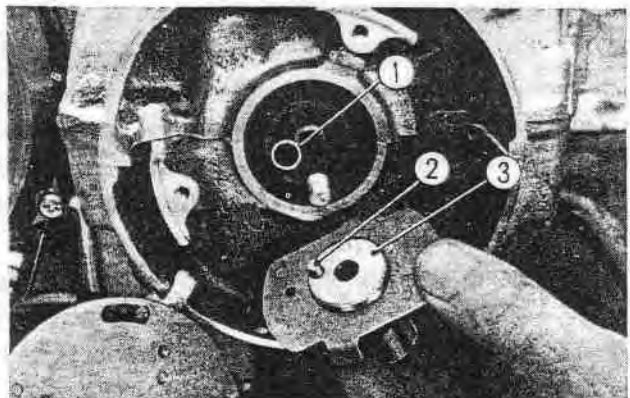

Fig. 7-23 ① Trou pour téton
1. Monter le dispositif d'avance, s'assurer que le téton est introduit dans le trou prévu à l'extrémité du vilebrequin. (Fig. 7-23)